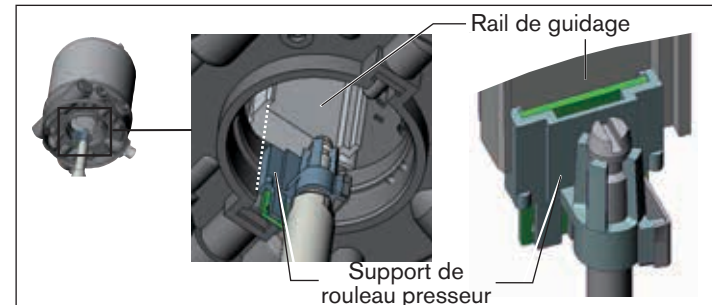

Fig. 5 : Disposition du support de rouleau presseur
2. que les manchons de l'unité de commande entrent dans les raccords d'air de l'actionneur (voir « Fig. 5 »).